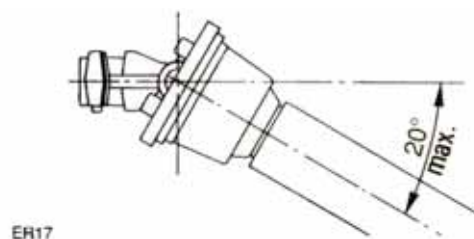

Figure 11
- La machine peut travailler sur une pente d'inclinaison maximale de 20°. Si la pente est supérieure, la machine peut connaître des vibrations importantes ou casser l'arbre de prise de force (voir Fig. 11).